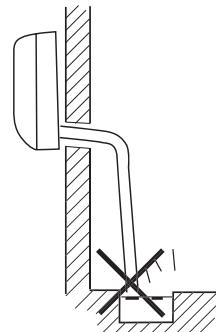

Afb. 9.4 Minimumafstand tot de bodem.
- Installeer de condensatiewaterleiding zodanig dat de afstand tot de bodem van het vrije uiteinde minstens 5 cm bedraagt (zie afbeelding 9.4).